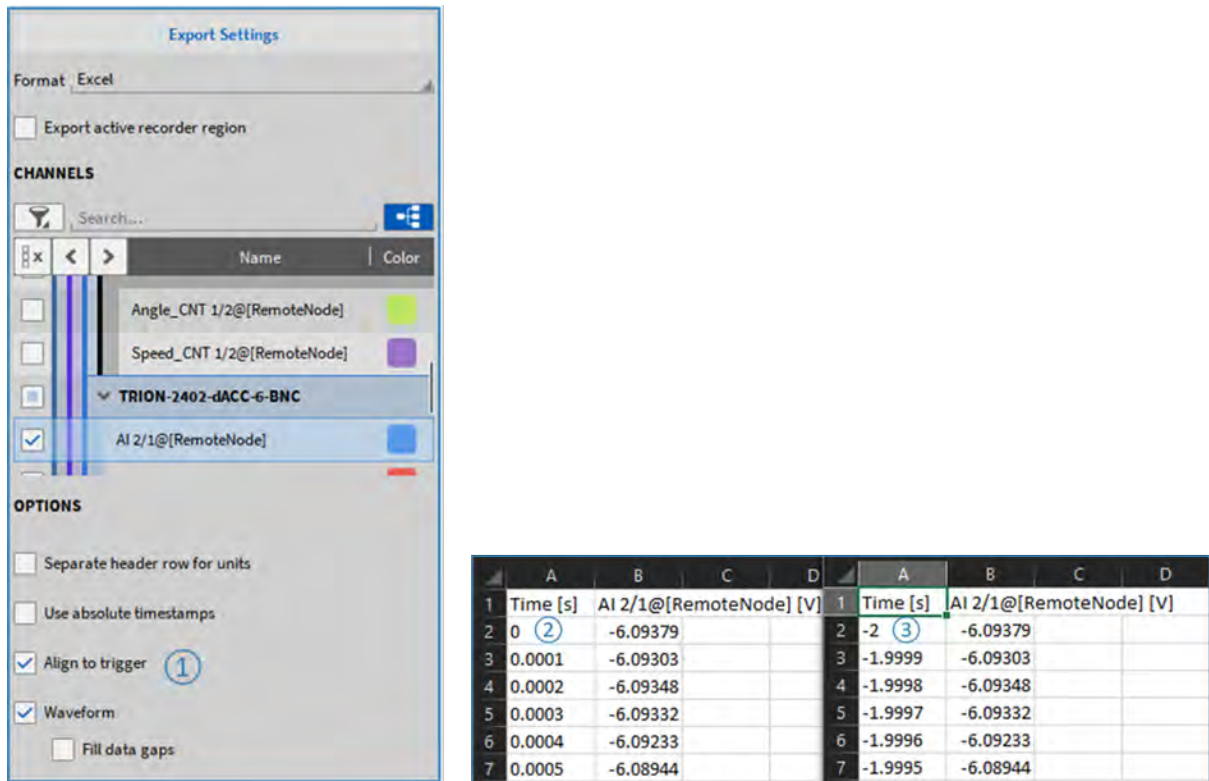

Fig. 11.4: 将导出文件中的时间戳对齐为零
带有事件触发的数据文件导出时时间戳可以与触发时刻对齐 (见 ① Fig. 11.4)。如果未勾选“与触发时刻对齐”那么数据导出时将会以开始存储时刻为 0 时刻 (见 ② Fig. 11.4)。如果勾选了“对齐到触发时刻”，那么数据导出时的 0 时刻将会是触发时刻，如果在存储文件中设置了触发前置时间，那么此时间将为负时刻。(见 ③ Fig. 11.4)。